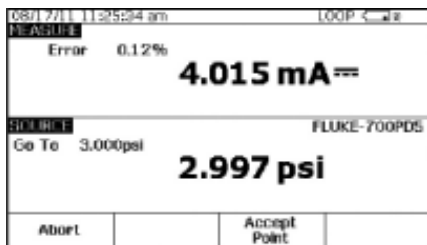

图 25.
9. 选择“**Manual Test**”(手动测试),然后观察 DPC 的提示:“**Go to 3 PSI**”(转至 3 PSI)(图 25)。